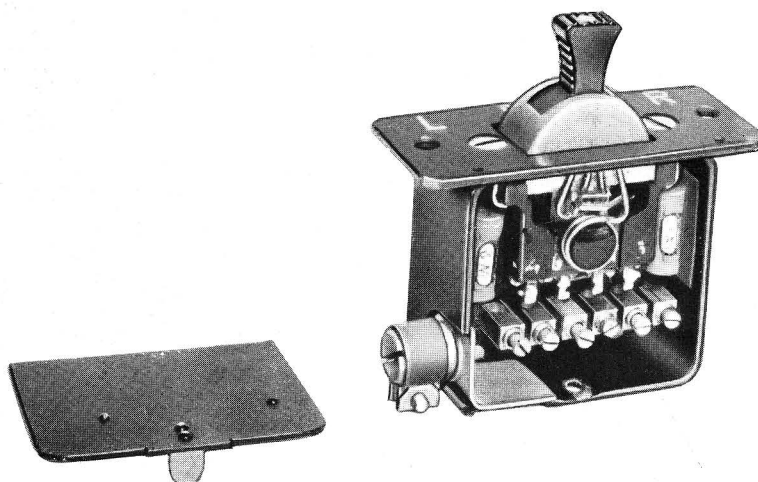

Abb. 37 Rahmendrehschalter RDS 6 (geöffnet)
64. Der Verteilerrahmen (vgl. Abb. 37 und 38) dient als Fußplatte für die Befestigung des Verstärkers V 6. Er enthält seitlich und hinten angeordnete Kabeleinführungen, die nach Bedarf gewählt werden können, ein Klemmenbrett und eine 50-mA-Sicherung für den Anodenstrom des Verstärkers. Die elektrische Verbindung mit dem Verstärker wird durch eine 10polige Federkontaktleiste hergestellt, welche die Messerkontakte des Verstärkers aufnimmt.